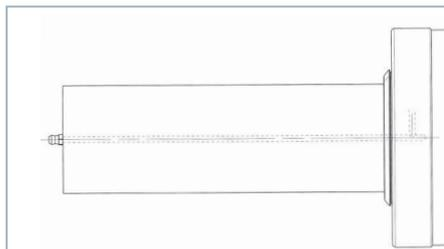

Abb. 7
- 3) Walzen im Naßeinsatz sind mit einem Ölkammer-system und Radialdichtungen versehen. Schmierung durch die Achse von außen. (Abb. 7) Nachschmierung monatlich, bis das Fett sichtbar aus den Labyrinth-ringen heraustritt. Dichtfett von BE31-502 KLÜBERPLEX [Kp 2/3N-10] o.ä. Dichtfette verwenden.